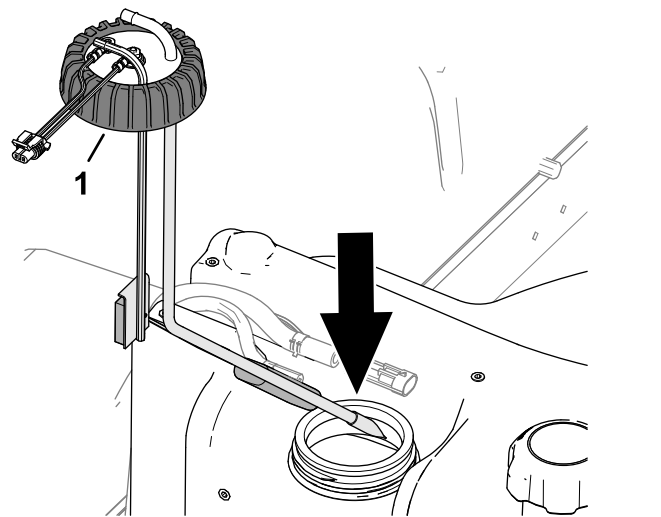

Figura 91
2. Coloque cuidadosamente el tubo de aspiración de combustible y el flotador en el depósito de combustible (Figura 91).